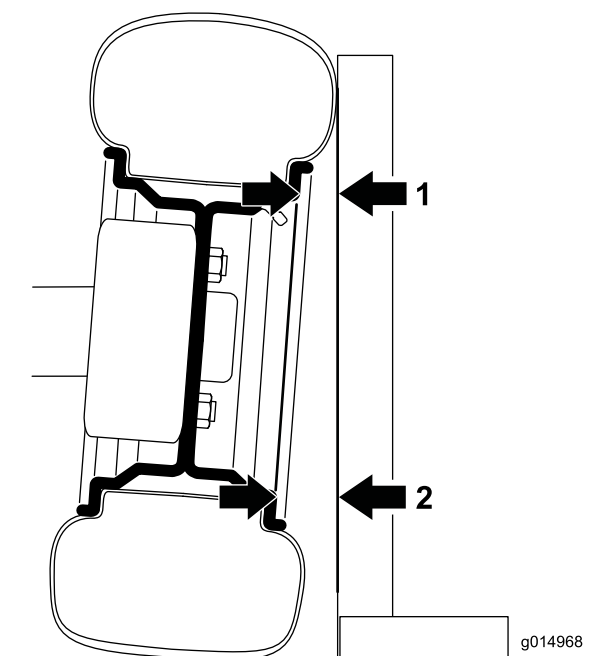

Figure 42
1. Pour vérifier le carrossage, placez une équerre à 90 degrés sur le sol, le bord vertical touchant la face du pneu (Figure 42).
2. Mesurez la distance entre la même partie de la jante sur le haut et le bas du pneu et l'équerre (Figure 42).